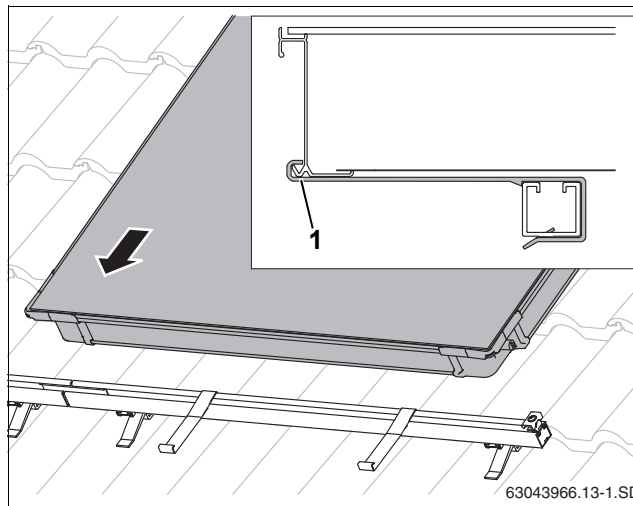

Рис. 42 Установка первого коллектора на профильные рейки
- ▶ Уложите первый коллектор на профильные рейки. Коллектор должен встать в крепления от сползания (рис. 42).
Нижний край коллектора должен войти в крепление от сползания (рис. 42, [1]).